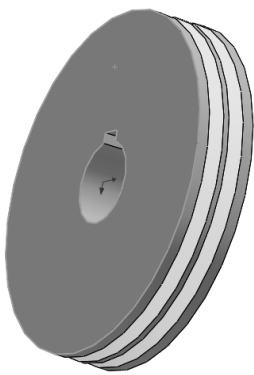

图 9-89 选择草图基准面
- [1] 单击带轮主体结构另一侧面, 单击【草图绘制】按钮 , 选择草图基准面, 如图 9-89 所示。